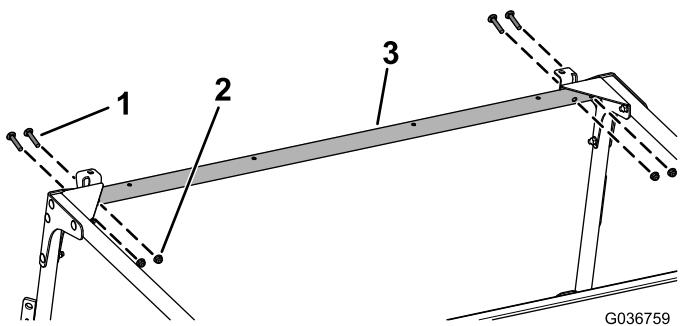

図 30
9. 前取り付けブラケットに前クロスリンクを仮止めするキャリッジボルト  $5/16 \times 1\frac{3}{4}$  インチ4本と、フランジナット  $5/16$  インチ4本を使用して図 30のように取り付ける。